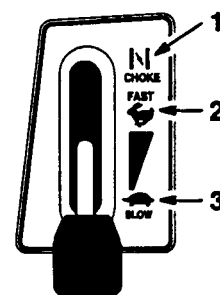

Fig. 10
4. Spostate la leva del gas in posizione arricchitore ("CHOKE") (Fig. 10).
6. Quando il motore si avvia, spostate lentamente la leva del gas in posizione "FAST" (marcia) (Fig. 10). Se il motore si ferma o non si avvia correttamente, riportate la leva su arricchitore ("CHOKE") per alcuni secondi; portate quindi la leva del gas su "FAST". Se necessario, ripetete questa procedura.
1. Spostate la leva del gas in posizione "SLOW" (Fig. 10).